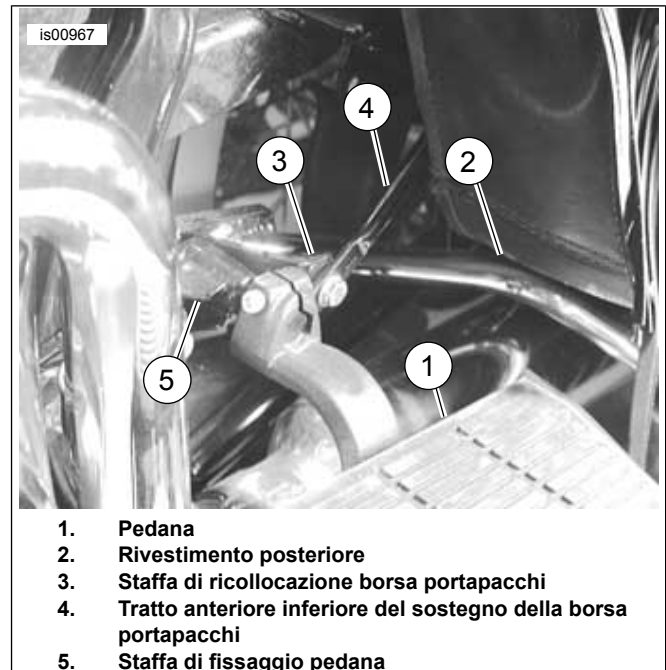

Figura 2. Staffa di ricollocazione borsa portapacchi installata
4. Vedere la Figura 2. Collocare l'estremità con il foro tondo con il diametro di 3/8 di pollice della staffa di ricollocazione della borsa portapacchi (del kit) sulla superficie interna della parte del telaio della motocicletta, nel punto di fissaggio della pedalina del passeggero (o dell'attacco della pedana del passeggero). Se si installa il rivestimento, collocare la flangia inferiore del rivestimento contro la superficie interna della staffa di ricollocazione.
6. **Sui modelli con pedaline poggiapiedi passeggero e la staffa di ricollocazione della borsa portapacchi**, vedere la Figura 2. **Sui modelli con pedaline poggiapiedi del passeggero e scatola degli attrezzi:** **Sui modelli con kit di pedana per passeggero (50602-00)**, vedere la Figura 3.